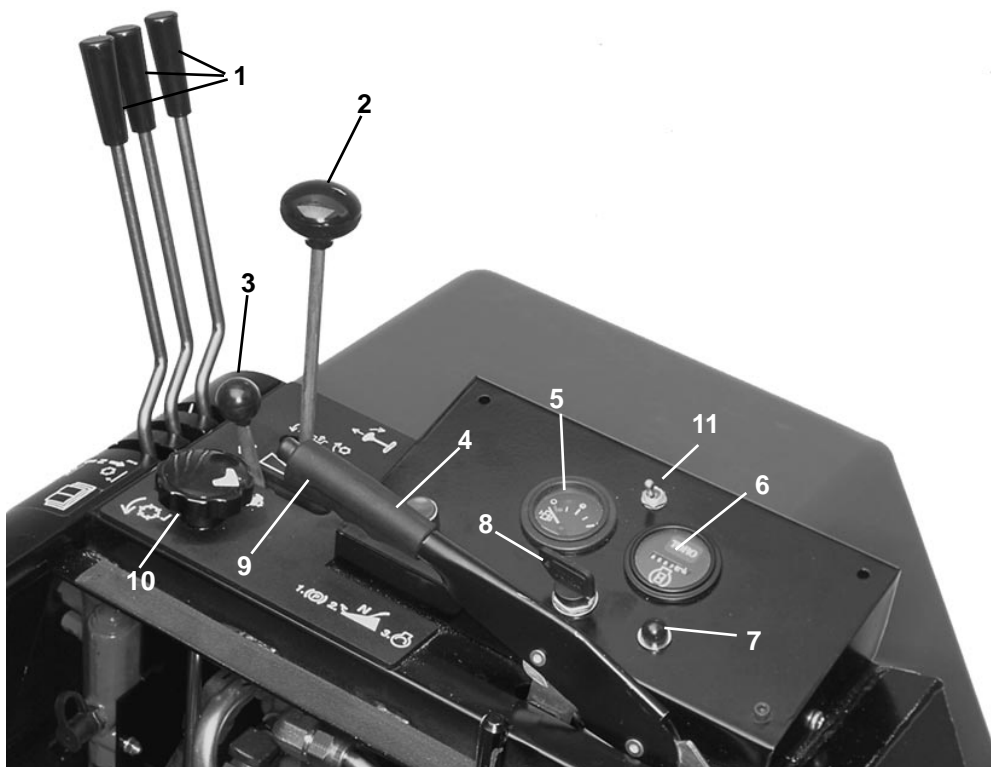
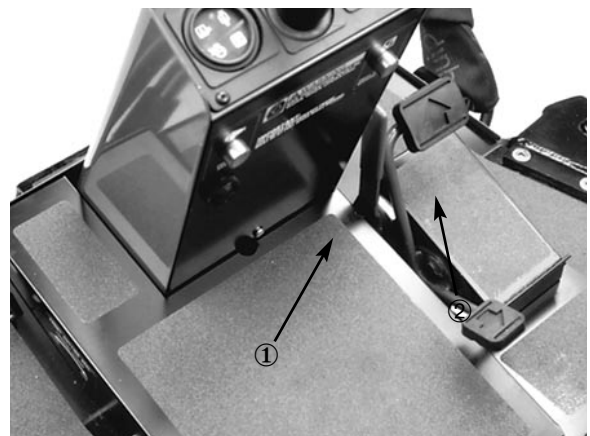

Bild 12
Bild 20
Schnittwerkhubhebel (Bild 12)—Die zwei äußeren Hebel heben und senken die zwei äußeren Schnittwerke. Der mittlere Hebel hebt und senkt die zwei vorderen und das mittlere Schnittwerk(e). Zum Absenken der Schnittwerke muß der Motor laufen. Beim Anheben der Schnittwerke kommen die Spindeln automatisch zum Stillstand. Die Hebel dürfen nicht selbstständig in die Neutralstellung zurückspringen, andernfalls können die Schnittwerke nicht frei schweben.
Motorübersteuerungstaste (Bild 12)—Wenn diese Taste gedrückt wird, kann der Motor auch nach Überhitzen und automatischem Abstellen durch das Sicherheitssystem benutzt werden. Nur für kurzfristigen Einsatz.
Kraftstoffuhr (Bild 12)—Zeigt den Kraftstoffstand im Tank an.
Betriebsstundenzähler (Bild 12)—Zeigt die Betriebsstunden an, die die Maschine insgesamt absolviert hat. **Anmerkung:** Linien, die sich im kleinen Fenster auf der linken Seite des Zählers drehen, weisen darauf hin, daß der Betriebsstundenzähler aktiv ist.
Glühkerzenanzeige (Bild 12)—Brennt hell, wenn die Glühkerzen ausreichend erhitzt sind.
Zündschloß (Bild 12)—Dieser Schalter hat drei Stellungen: OFF [AUS], ON [EIN] und START. Den Zündschlüssel auf START drehen und wieder loslassen, sobald der Motor anspringt. Um den Motor abzustellen, den Schlüssel auf AUS drehen.
Feststellbremshebel (Bild 12)—Den Hebel zum Arretieren der Bremse aufwärts ziehen. Um die Feststellbremse zu lösen, am Hebel ziehen, den Knopf eindrücken und den Hebel absenken. Zum Anlassen des Motors ist die Feststellbremse zu aktivieren. Vor Verlassen des Fahrersitzes immer zuerst die Feststellbremse aktivieren.
Mähen-/Schärfehebel (Bild 12)—Den Hebel vorwärts stellen, um die Schnittwerke zu aktivieren. Den Hebel in die Mitte stellen, um die Schnittwerke zum Stillstand zu bringen. Zum Schärfen der Schnittwerke, den Hebel über den Anschlag hinaus heben und in der hinteren Stellung halten.
Spindeldrehzahlregler (Bild 12)—Das Einstellrad im Uhrzeigersinn drehen, um die Spindeldrehzahl zu erhöhen; im Gegenuhrzeigersinn, um die Spindeldrehzahl zu reduzieren. Im Zusammenhang mit der Fahrgeschwindigkeitsbegrenzung verwenden, um die gewünschte Schnittrate zu realisieren.
Gashebel (Bild 12)—Den Hebel für höhere Motordrehzahlen vorwärts schieben, rückwärts, um die Drehzahl zu reduzieren.
Allrad-Antriebsschalter (Bild 12)—(nur Allradmaschinen) Den Schalter vorwärts schieben, um den Allradantrieb einzuschalten. Den Schalter zurückziehen,
1. Auf dem Fahrersitz Platz nehmen und den Fuß vom Fahrpedal fernhalten. Sicherstellen, daß die Feststellbremse aktiviert ist (Bild 12). Das Fahrpedal und der Mähen-/Schärfehebel müssen beide auf Neutral sein.
2. Auf dem Fahrersitz Platz nehmen und die Feststellbremse aktivieren (Bild 12). Den Zündschlüssel drehen und versuchen, den Motor anzulassen, während der Mäh-/Schärfehebel (Bild 12) sowohl auf MÄHEN wie auf SCHÄRFEN gestellt wird. Wenn sich der Motor drehen läßt, hat sich eine Fehlfunktion eingestellt, die unverzüglich zu beheben ist. Läßt sich der Motor nicht drehen, funktioniert der Antriebssicherheitsschalter einwandfrei
Warnsystem—Wenn beim Betrieb eine Warnlampe aufleuchtet, sofort die Maschine zum Stillstand bringen und das Problem beheben, bevor der Betrieb wieder aufgenommen wird. Einsatz der Maschine bei Vorhandensein einer Fehlfunktion kann zu schweren Schäden führen. Kurzfristig kann in Notfällen die Notfall-Motorübersteuerungstaste benutzt werden (Bild 12), um den Motor zu fahren, nachdem er sich wegen Überhitzung abgestellt hat.
Die Fahrgeschwindigkeitsbegrenzung bei gleichzeitiger Kontrolle des Tachometers (Bild 20) sowie die Spindeldrehzahlregelung auf die gewünschte Schnitthöhe abstimmen: vgl. Schnitttabellen (Bild 21). Das Abziehbild an der Seite der Lenksäule nur als Richtlinie verwenden.
Den Motor anlassen und den Gashebel auf SCHNELL stellen, so daß der Motor seine maximale Drehzahl erreicht. Den Mähen-/Schärfehebel auf MÄHEN (Bild 12) stellen. Dann beginnen sich die Spindeln zu drehen. Die Feststellbremse lösen. Um vorwärts zu fahren und zu mähen, das Fahrpedal vorwärts drücken (Bild 20). Den Fahrpedalkontakt mit der Geschwindigkeitsbegrenzung beibehalten, um gleichbleibende Schnittrate und -qualität sicherzustellen.